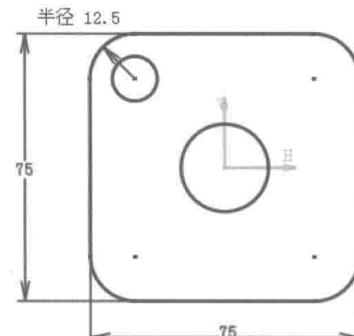

图 4.9 添加水平约束
Step9. 添加图 4.9 所示的水平约束。选择下拉菜单 **插入** → **约束** →